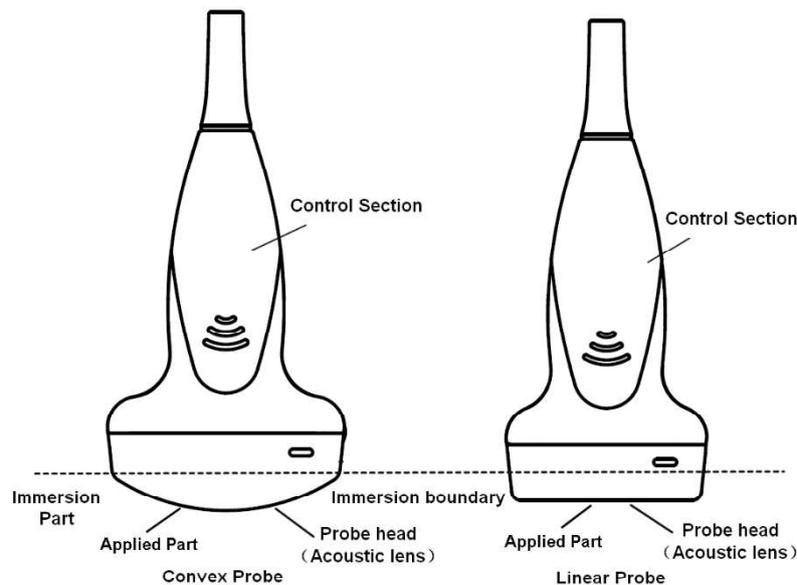

Fig.3-2 Estrutura da sonda
- g) A sonda não pode ser imersa em água sobre o limite de imersão em água, como mostrado na Fig. 3-2. O tipo impermeável da sonda é IPX7. Se a sonda estiver imersa em água sobre o limite de imersão descuidadamente, isso pode causar falha ou problema potencial. Caso tais problemas aconteçam, entre em contato com nossa equipe de serviço imediatamente.